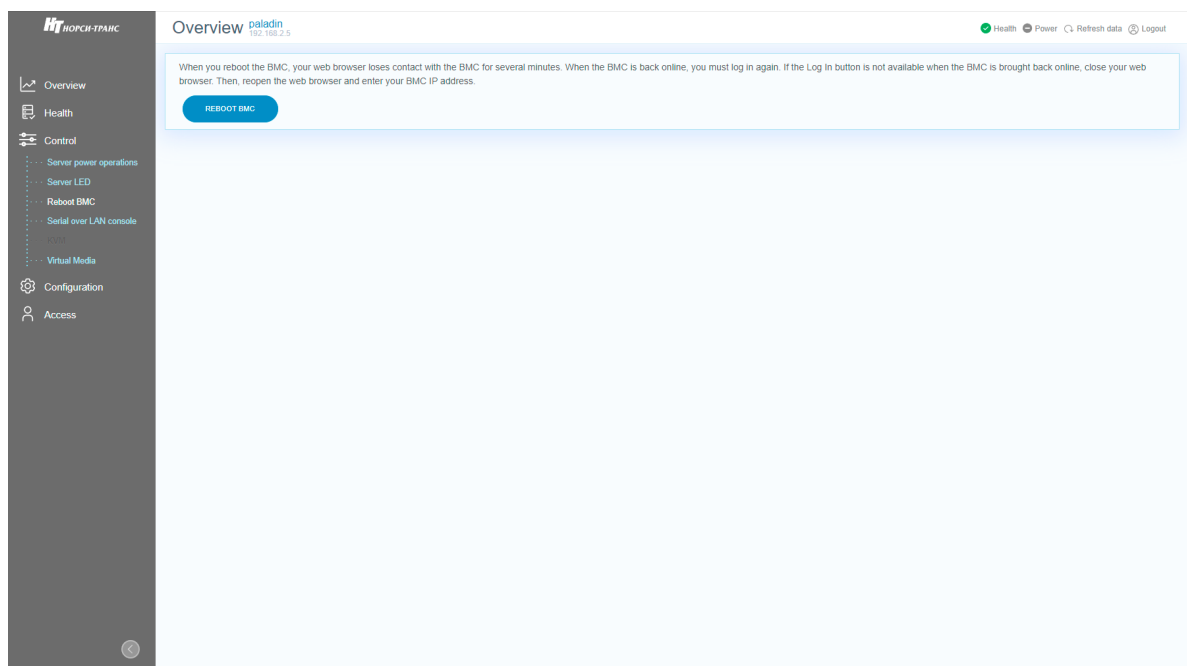

Рис. 74. Окно «Reboot BMC»
- 4) Пройдите во вкладку «Control» → «Reboot BMC» в данной вкладке осуществляется перезагрузка BMC. Нажмите на кнопку «Reboot BMC» для перезагрузки BMC. Окно показано на рис. 74 Окно «Reboot BMC»